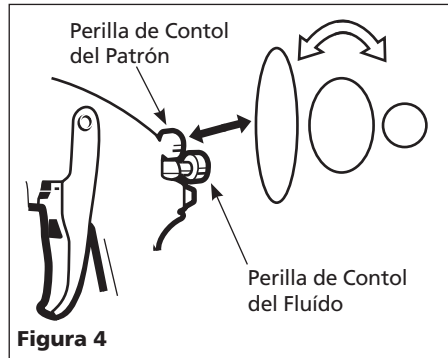

Figura 4
2. Seleccione la forma del patrón. Si desea cubrir una superficie amplia, gire la perilla de control en sentido contrario a las agujas del reloj. Si desea un patrón circular, gírela en el mismo sentido de las agujas del reloj (Vea la Figura 4).